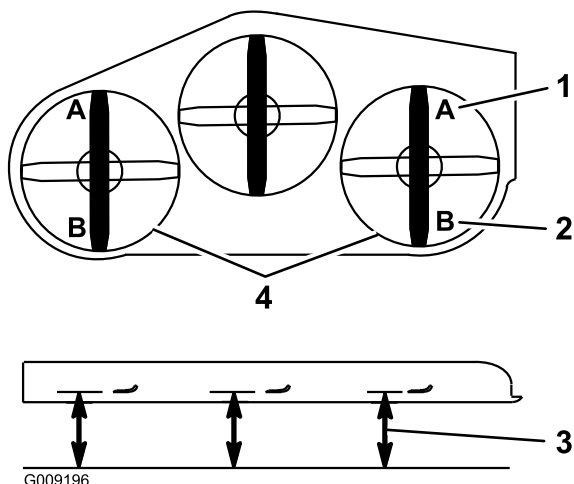

**Figure 114**
5. Enfoncez la pédale de levage du tablier de coupe au maximum pour verrouiller le tablier à la position transport de 14 cm (5½ po) (Figure 114).